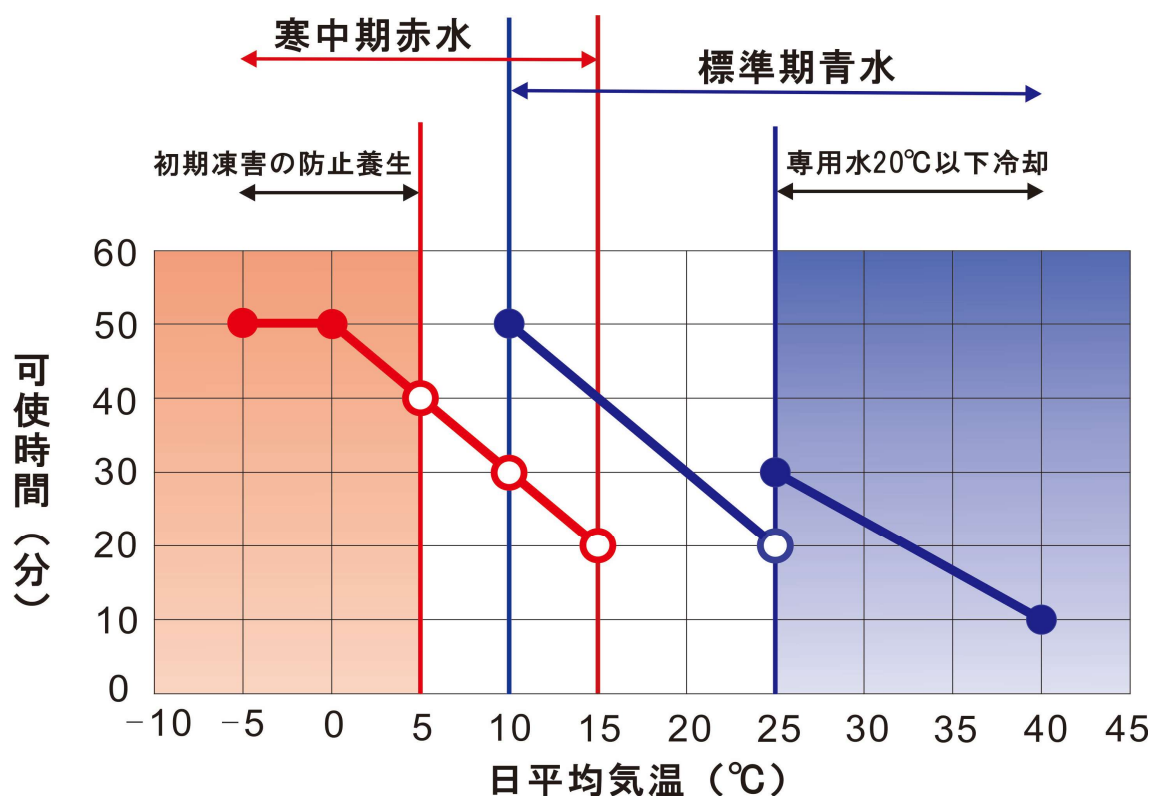

図 4-1 セメフォース 150、500 気温と可使時間
- (2) 可使時間は図 4-1 に、硬化時間は図 4-2 に示す。可使時間以降は硬化するまでは、アンカー筋に強い力を加えたり、触ったりしない。硬化を確認するために、溢れ出た材料の硬化および材料の濡れ色によって確認する。